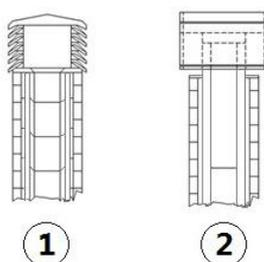

Fig. 5 - Schornstein mit Windschutz
- Es wird ein Schornstein mit Windschutz empfohlen, siehe **Fig. 5 auf S. 9**.